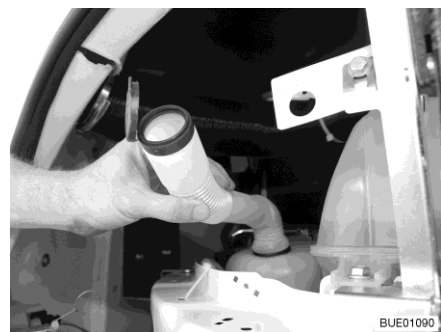

Fig. 55 Tubo de llenado en posición de llenado
- Girar la manguera flexible de tal manera que la abertura de llenado muestre hacia arriba (Fig. 55).